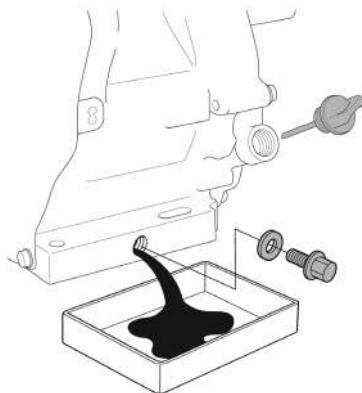

Рис. 7. Замена масла в двигателе
4. Очистите от загрязнений крышку-щуп и зону вокруг маслозаливной горловины. Извлеките крышку-щуп из маслозаливной горловины (Рис. 7) и протрите щуп чистой ветошью.
5. Открутите пробку для слива масла и слейте отработанное масло в подготовленную для этого емкость (Рис. 7).